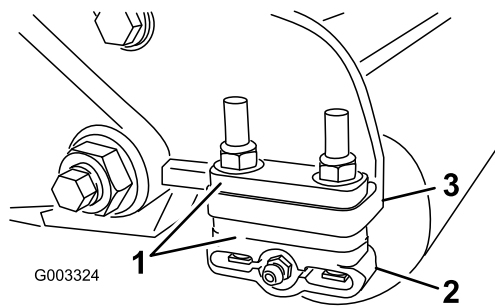

Figure 19
1. Réglez les supports du rouleau arrière (Figure 19) à la plage de hauteur de coupe voulue en positionnant le nombre correct d'entretoises sous le rebord de la plaque latérale (Figure 19) en vous reportant au tableau des hauteurs de coupe.